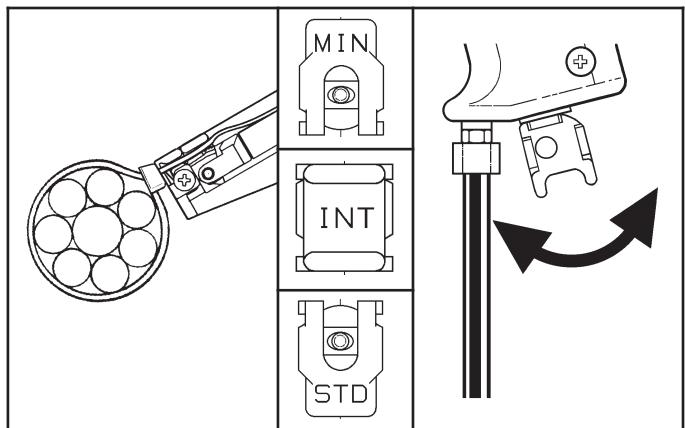

Fig. 2:
**Installazione di fascette per cavi (Fig. 2)**